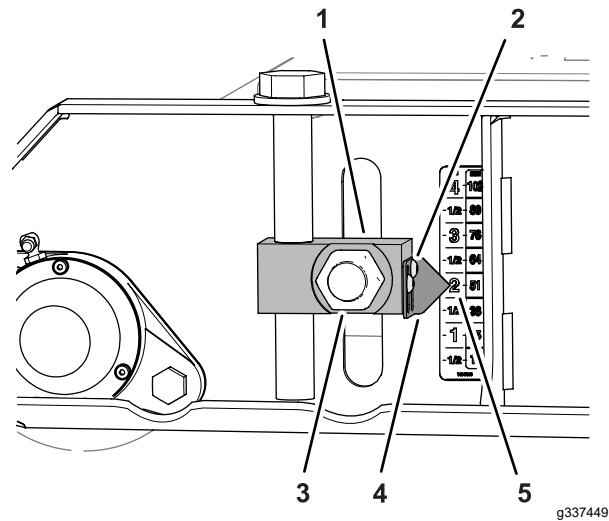
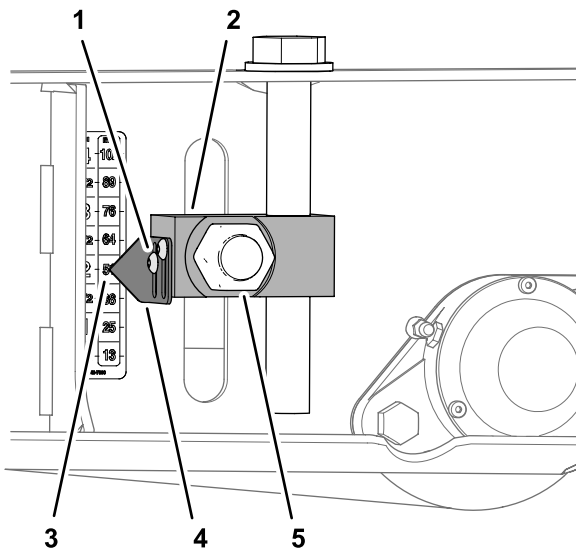

Figura 82
Figura 84
- Afloje los 2 tornillos allen que sujetan el puntero al bloque del ajustador de altura de corte, alinee el puntero con la marca de 51 mm (2") de la pegatina, y apriete los tornillos (Figura 82).
- Afloje los tornillos allen que sujetan los 2 punteros al bloque del ajustador de altura de corte, alinee los punteros con la marca de 51 mm (2") de la pegatina, y apriete los tornillos (Figura 84).
7. Apriete las 4 tuercas que sujetan los 4 ajustadores de altura de corte (Figura 82 y Figura 84) en los rodillos delantero y trasero a 322 – 396 N·m (238 – 292 pies-libra).